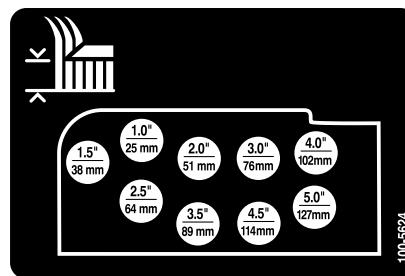

Figura 17
- Montate le catene dell'altezza di taglio nel foro dell'altezza di taglio desiderata (Figura 17) usando il perno con testa e la coppia.